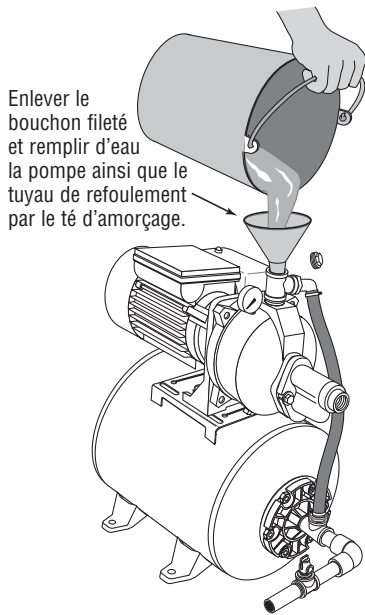

Figure 16 : Remplir la pompe par le té d'amorçage.
- 1 ° Déposer le bouchon d'amorçage de la pompe, puis faire le plein de la pompe, de toutes les tuyauteries entre la pompe et le puits et s'assurer que toutes les tuyauteries du puits sont pleines d'eau (voir la Figure 16). Si un té d'amorçage a été posé sur le tuyau d'aspiration, déposer le bouchon du té et faire le plein de la tuyauterie d'aspiration.